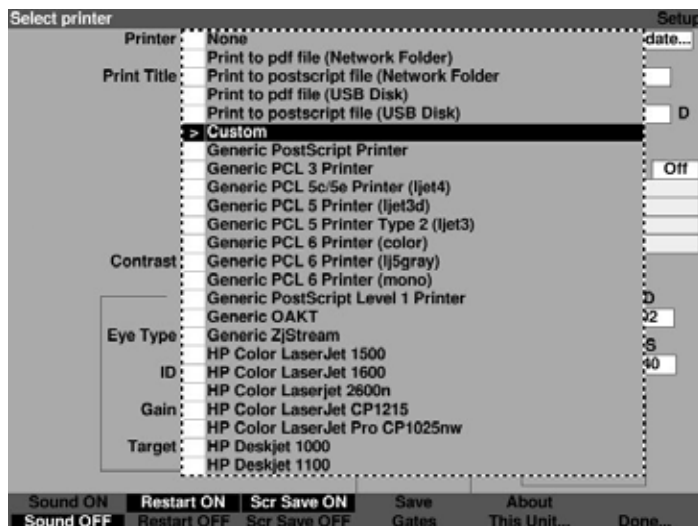

Figura 5-32 Selecionando drivers customizados da impressora
- Pressione o botão giratório ou o sinal de conferido para ativar o campo da impressora, indicado pela borda tracejada conforme mostrado na Figura 5-32.